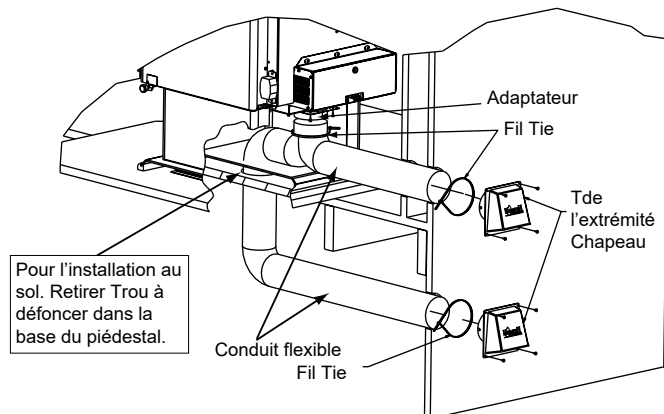
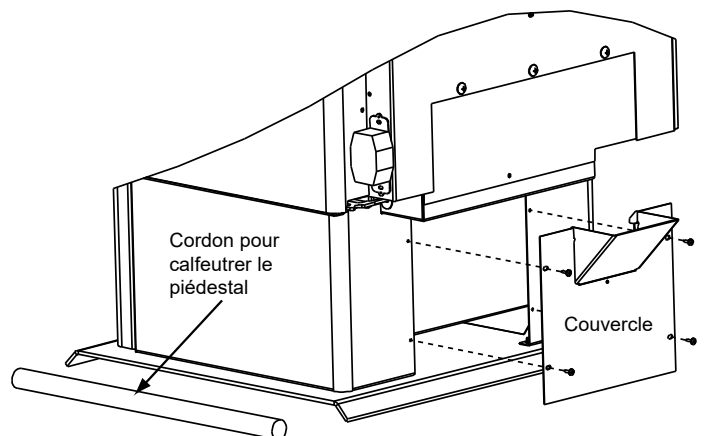

Figure 26.1
Figure 26.2
2. À l'aide d'un tournevis cruciforme n ° 2, fixez l'adaptateur flexible à l'appareil à l'aide de 4 vis (**Figure 26.1**).
Dans certains cas, vous ne pourrez peut-être pas installer le tuyau flexible comme indiqué dans la **figure 26.1**. Si c'est le cas, vous aurez besoin d'utiliser une plaque de couverture et d'étanchéité de la corde qui est montré dans la **Figure 26.2**.